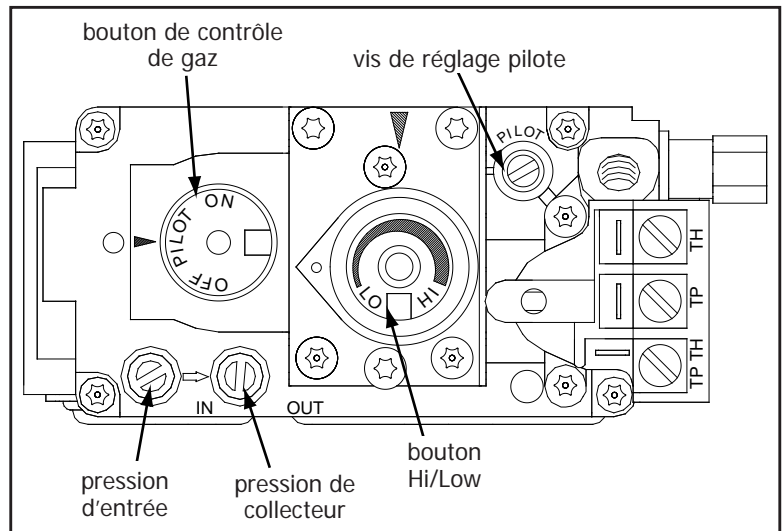

Figure 27: Détails de la valve.
Les prises de pression sont situés sur la façade de la valve (Voir figure 27).
1. La vis d'ajustement peut être atteinte par l'avant de l'appareil, en utilisant un tournevis à tête plate de 10 pouces (voir figure 27 pour la localisation sur la valve).